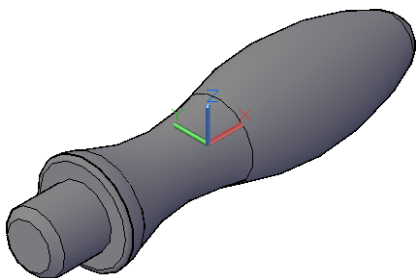

图 10-99 UCS 坐标和手柄的概念图
(5) 概念 (C): 着色多边形平面间的对象, 并使对象的边平滑化。着色使用冷色和暖色之间的过渡, 效果缺乏真实感, 但是可以更方便地查看模型的细节。如图 10-99 所示为 UCS 坐标和手柄的概念图。
执行上述操作后, 系统打开“视觉样式管理器”选项板, 可以对视觉样式的各参数进行设置, 如图 10-100 所示。图 10-101 所示为按图 10-100 进行设置的概念图显示结果, 读者可以与图 10-99 进行比较, 感觉它们之间的差别。